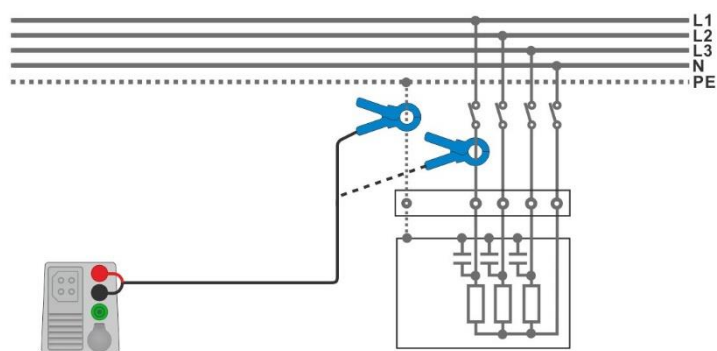

Figura 7.85: Mediciones de corriente de carga y fuga de PE
- ▶ Conecte la pinza al objeto a prueba, vea la **Figura 7.85**.